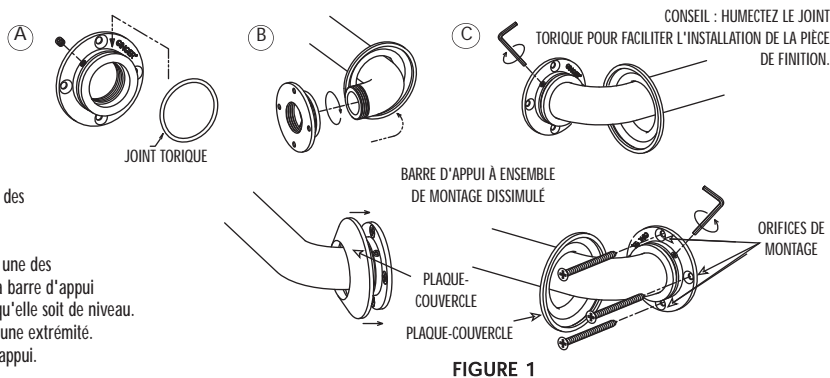
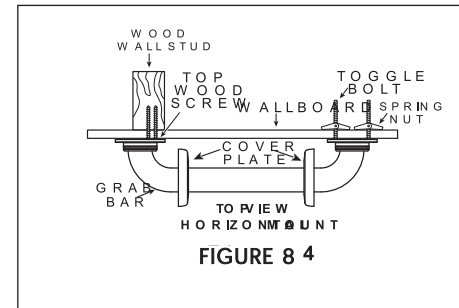

FIGURE 1
FIGURE 8 & 4
1. Sortez la barre d'appui et les pièces de l'emballage. Si vous utilisez une barre d'appui dont l'ensemble de montage est dissimulé, éloignez les plaques-couvercles des orifices de montage (voir figure 1).
7. Si vous utilisez une barre d'appui dont l'ensemble de montage est dissimulé, ramenez les plaques-couvercles vers les orifices de montage et appuyez-les fermement contre le mur (voir figure 1 à la page 1).
11. Si vous utilisez une barre d'appui dont l'ensemble de montage est dissimulé, ramenez les plaques-couvercles vers les orifices de montage appuyez-les fermement contre le mur (voir figure 1 à la page 1).
7. Placez l'extrémité de la barre d'appui avec les BOULONS À AILETTES fixés de manière à pouvoir pousser les écrous à ressort et l'extrémité des BOULONS À AILETTES dans les trous correspondants qui ont été percés. Les écrous à ressort doivent être complètement introduits dans les trous du mur (voir figure 8).
8. Tirez les BOULONS À AILETTES vers vous et serrez-les avec vos doigts pour vous assurer que les écrous à ressort se sont pleinement ouverts contre l'endos du mur (voir figure 8). Si les écrous à ressort ne sont pas totalement ouverts, desserrez les BOULONS et répétez l'étape 8.
10. Répétez l'étape 5 pour visser les deux (2) VIS À BOIS restants dans le montant de bois.
13. Si vous utilisez une barre d'appui dont l'ensemble de montage est dissimulé, ramenez les plaques-couvercles vers les orifices de montage et appuyez-les fermement contre le mur (voir figure 1 à la page 1).
11. Si vous utilisez une barre d'appui dont l'ensemble de montage est dissimulé, ramenez les plaques-couvercles vers les orifices de montage et appuyez-les fermement contre le mur (voir figure 1 à la page 1).
3. Pour l'extrémité qui sera fixée sur le panneau mural, utilisez une perceuse 3/8-po et un foret 5/8-po pour percer trois (3) trous aux endroits marqués. NOTE: si vous installez la barre d'appui sur des carreaux de céramique, vous aurez besoin d'un foret au carbure 5/8-po pour percer les trous sans endommager les carreaux. Une fois que vous aurez percé un trou dans le carreau de céramique, utilisez le foret 5/8 po pour percer un trou de guidage dans la surface d'appui du carreau.
5. Insérez une (1) VIS À BOIS sur l'extrémité de la barre d'appui qui sera fixée dans le montant de bois. Vissez dans le mur et le montant (SERREZ À LA MAIN SEULEMENT) (voir figure 8).